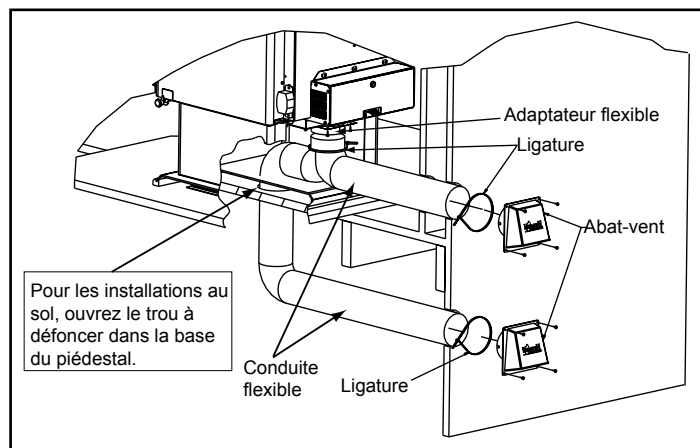
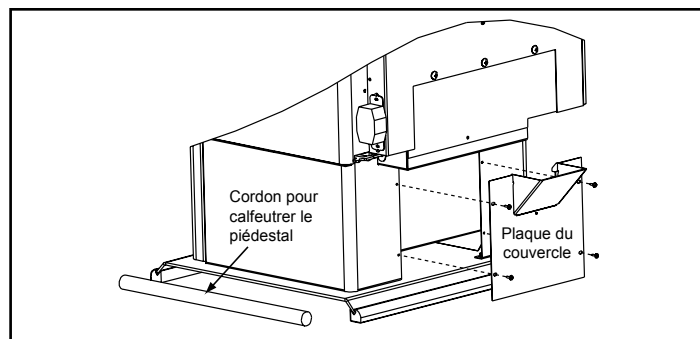

Figure 14.1. - Installation au sol et à l'arrière
Figure 14.2 - Autre type d'installation au sol
Le kit SRV7033-041 inclus : la plaque de recouvrement et le cordon d'étanchéité (voir l'autre type d'installation au sol ci-dessous, **figure 14.2**)
2. Utilisez un tournevis à tête cruciforme no. 2 pour fixer l'adaptateur flexible au poêle au moyen de 4 vis. **Figure 14.1**
5. **Autre type d'installation au sol** : Dans certains cas, vous ne pourrez pas installer le tuyau flexible comme illustré sur la **figure 14.1**. Dans ce cas, vous devrez commander le kit SRV7033-041 qui inclut la plaque de recouvrement et le cordon d'étanchéité illustrés à la **figure 14.2**. Le but est d'étanchéifier le piédestal pour que l'air de la pièce ne puisse pas s'infiltrer dans le piédestal.